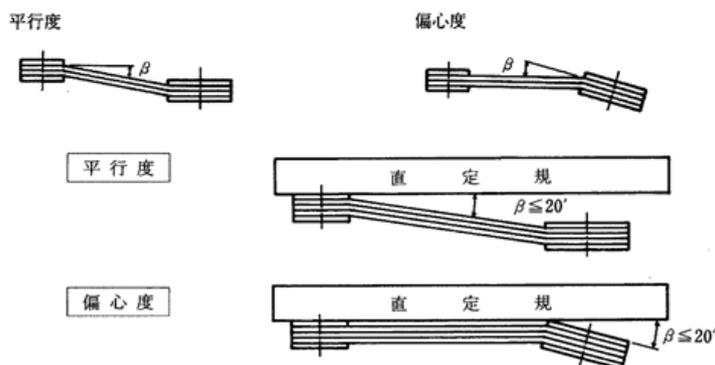
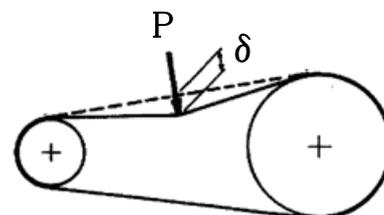

図1 平行度・偏心度
図2 たわみ量
- (1) ベルトカバーを外す。
- (2) モータの締結ネジを緩める。
- (3) モータベースの調整ボルトによりモータをブロワ側へ充分寄せ、旧ベルトを取り外す。
- (4) 新ベルトを取り付ける。ベルトが2本以上の場合はマッチドセットを推奨します。
- (5) モータベースの調整ボルトにより、モータをベルト引っ張り方向へ移動させながら、ブロワプーリとモータプーリの側面に定規を当て、図1を参考に平行度と偏心度を出す。同時に、図2と表1を参考に張り調整する。
- (6) モータとモータベースの締結ネジを締めてモータを固定する。
- (7) ベルトカバーを元のように取り付ける。